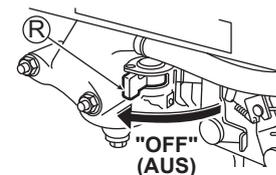

Abb. 14
- Stellen Sie den Kraftstoffhahn (R) auf "OFF" (AUS). (Siehe Abb. 14)